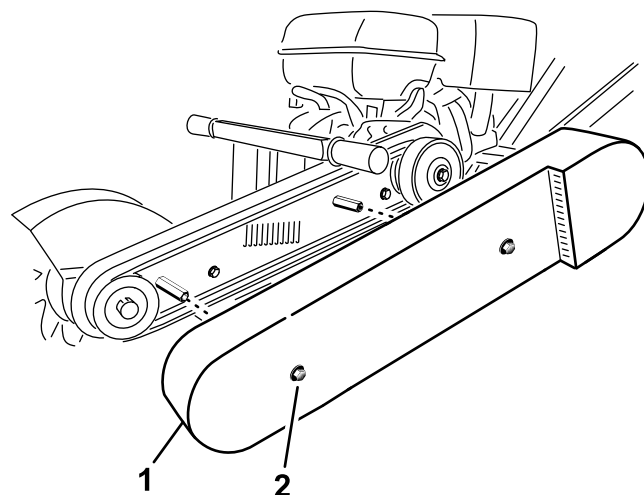

Figure 24
3. Desserrez les 2 boulons qui fixent le protège-courroie sur la machine jusqu'à ce qu'il soit possible de le déposer (Figure 24).
4. Déposez le protège-courroie (Figure 24).
10. Reposez le protège-courroie et serrez les boulons (Figure 24).